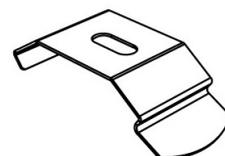

Abb. 2: Halteklammer
3. Montage unter der Decke entsprechend der Schienenbreite liegt eine Anzahl an Halteklammern (Abb. 2) mit Schrauben und Dübeln bei (z. B. 3 m Schiene = 4 Halteklammern). Befestigen Sie diese Halteklammern in einer Flucht direkt unter der Decke, so dass im Abstand von 10 cm von beiden Enden der Schiene je eine Halteklammer angebracht ist und verteilen Sie die restlichen symmetrisch dazwischen. Der Abstand von Schienenmitte bis zur Wand sollte mindestens 7,5 cm betragen. (Achten Sie bitte auf vorstehende Elemente, wie z. B. Fensterbank, Heizkörper o.ä.).